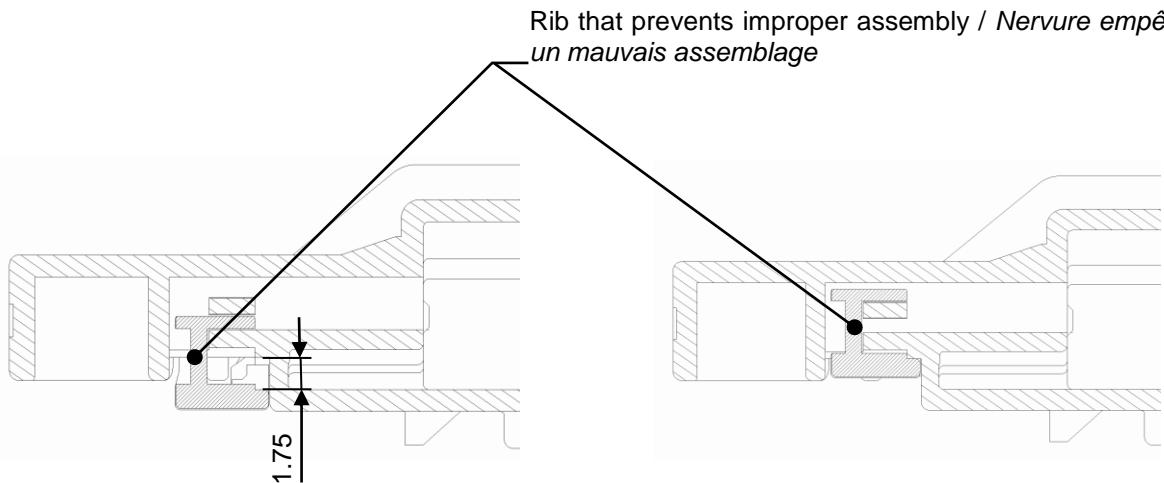

Figure 28 6P hybrid male TPA pre-set and set position / Double verrouillage du PL 6P hybride en position ouvert et fermé
- There are two ribs on each TPA, one on each side to prevent improper mating of TPA with a housing (Figure 28).
- Il y a 2 nervures sur chaque double verrouillage, une de chaque côté pour empêcher la mauvaise insertion du double verrouillage sur le boîtier (figure 28).